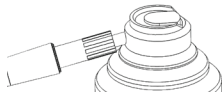

Fig. 6
4. Inserte la boquilla apropiada de aerosol en el tubo de aire impulsor de la parte trasera de la pieza de mano y sosténgalo en su posición (Fig. 6).